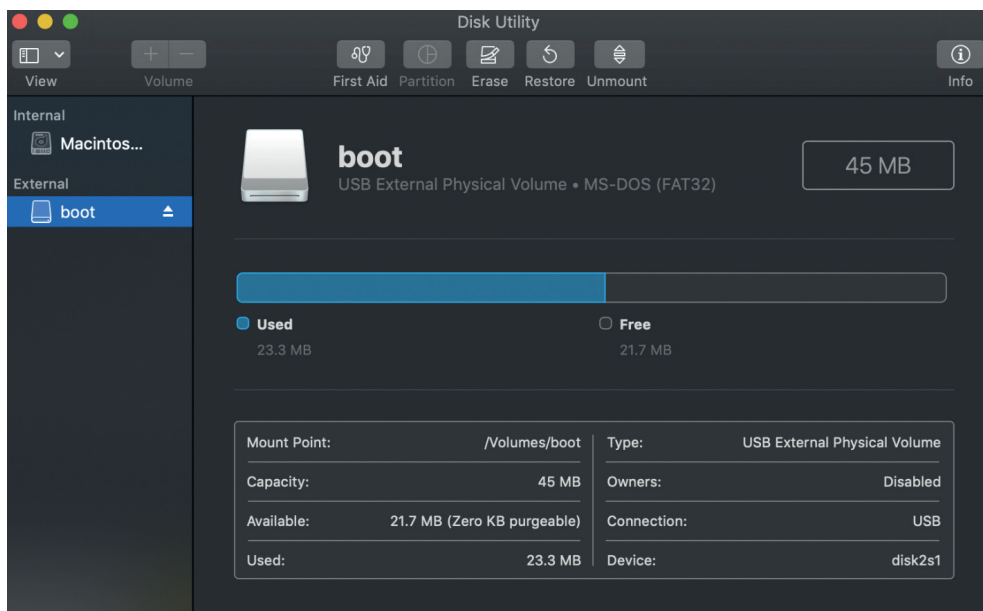

Рис. 5.7. Инструмент Disk Utility
1. Запустите инструмент **Disk Utility**. После запуска вы увидите окно, показанное на рис. 5.7.